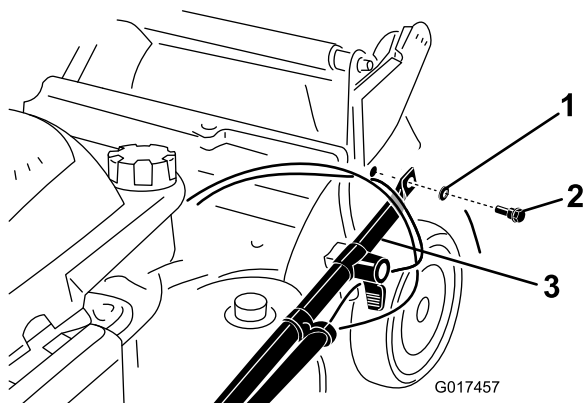

Figure 4
2. Fixez les extrémités du guidon au carter de la machine avec 2 rondelles et 2 boulons (Figure 4), **mais ne serrez pas les boulons**.
Important: Acheminez les câbles à l'extérieur du guidon (Figure 4).